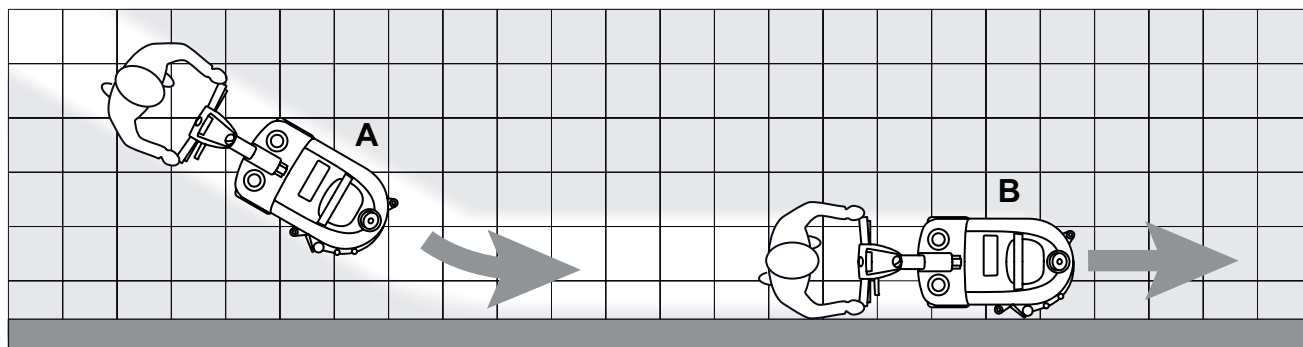

Figura 2
*Para un correcto lavado/secamiento de los suelos en los bordes de las paredes, Clarke sugiere acercarse con el lado derecho de la máquina como indicado en la figura 2.*